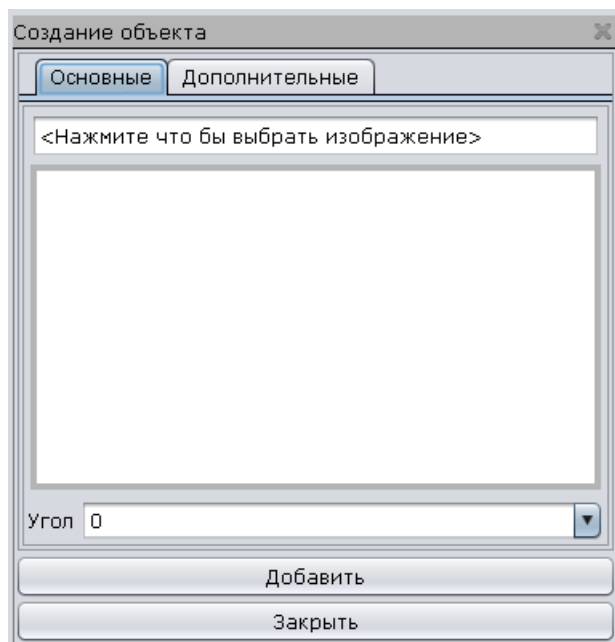

Рис. 132
2) в открывшемся окне нажать в поле «Нажмите, чтобы выбрать изображение» (Рис. 132);